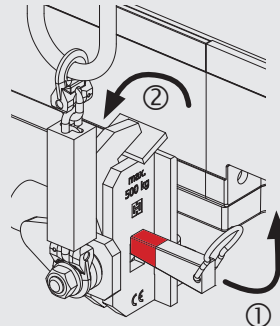
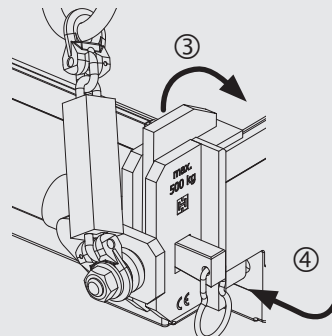

Fig. 5a
Fig. 5b
Keil ziehen und hochhalten ①. Dadurch öffnet sich die Arretierung der Klappe. Klappe zurückschwenken ② und den Zapfen des Verladegehänges in das Funktionsloch der PLATINUM 100 Tafel einhaken [Fig. 5a]. Nun die Klappe über die Tafel schwenken. Dadurch löst sich die Arretierung des Keils und der Keil kann nach unten gedrückt werden. Der Keil wird durch Federkraft eingezogen und wird mit einem leichten Hammerschlag fixiert. Die rote Farbmarkierung des Keils darf nun nicht mehr sichtbar sein [Fig. 5b].
Pull out the wedge and keep it up ①. This way the locking mechanism of the flap opens. Swivel back the flap ② and insert the pin of the lifting gear into the hole Ø24 in the corner of the PLATINUM 100 panel [Fig. 5a]. Now swivel the flap over the panel. Thereby the locking mechanism of the wedge is released and the wedge can be pushed down. The wedge is pulled in by spring force and fixed with a light stroke of a hammer. Now the red marking of the wedge must be no longer visible [Fig. 5b].